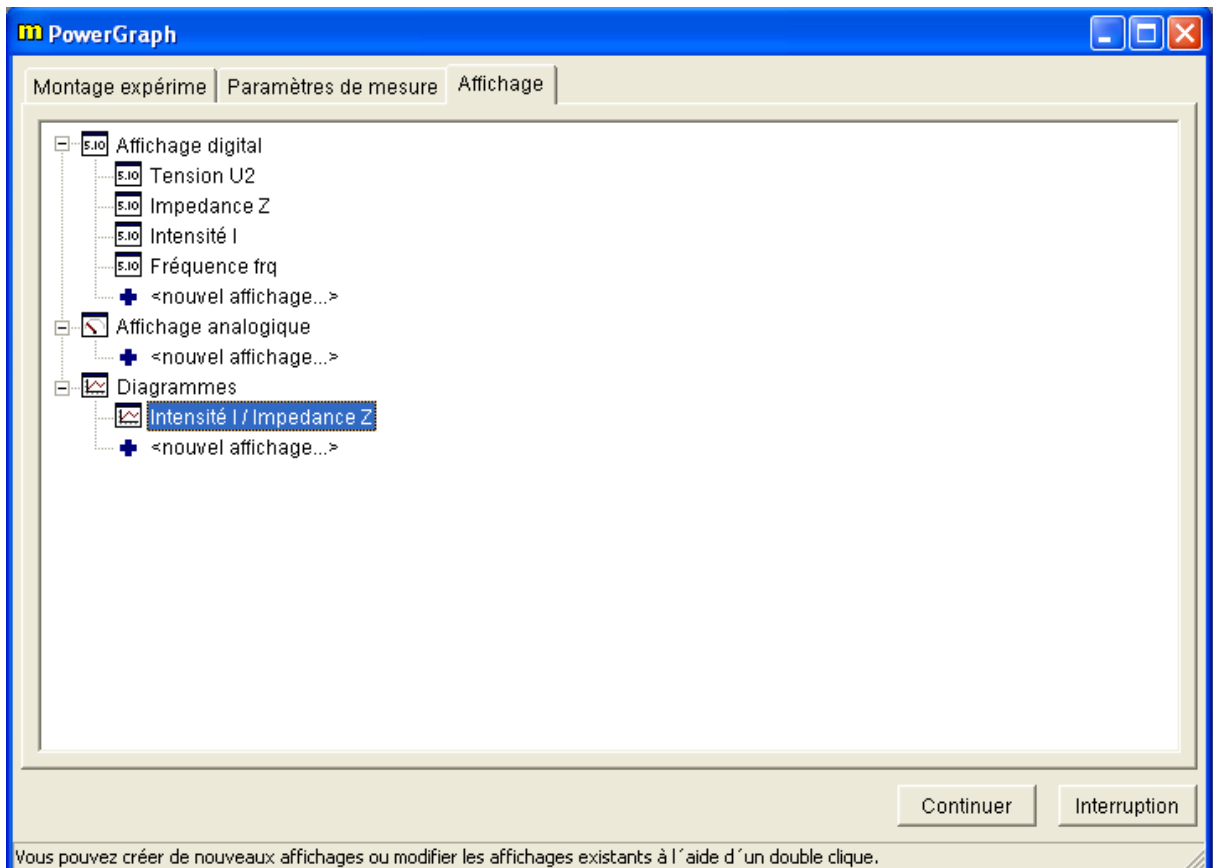
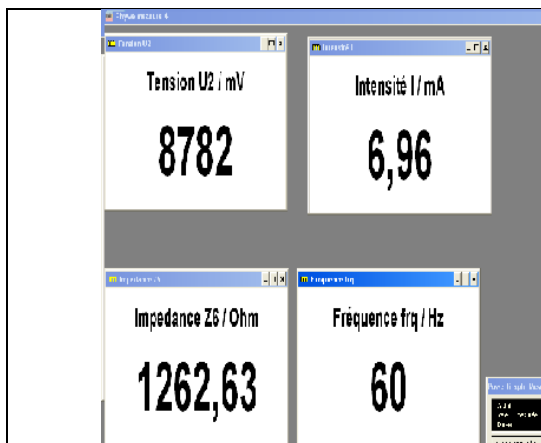

Figure 11 : Paramètres d’affichage
Figure 12 : affichage des variables souhaitées
- ✓ Configurer le tableau d’Affichage en cliquant sur ‘Affichage’ et choisir les diagrammes à voir lors de la mesure comme la fréquence, les tensions et le courant (Fig.11.et Fig.12).
On obtient l’écran suivant (Figure 12).